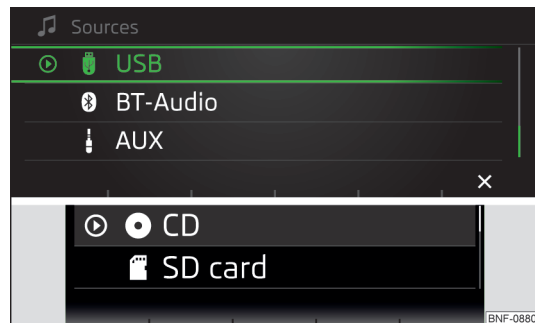

Fig. 103
- A tecla de função . Com o botão rotativo  selecionar a fonte de áudio » Fig. 103 e a pasta/o título desejada/o.